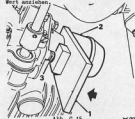

Abb. G.15
- Werkzeug 18G 1240 mit erhöhter Seite gegen das Innengelenk einführen und Werkzeug zwischen Gelenk und Achsantriebsdeckel treiben, wobei der Block neben dem Deckelbolzen zu liegen kommt, siehe Abb. G.15.
- Werkzeug in Richtung Achsantrieb wie vom Pfeil signiert einmal scharf ausschlagen, um das Gelenk zu lösen, s. Abb. G.15.